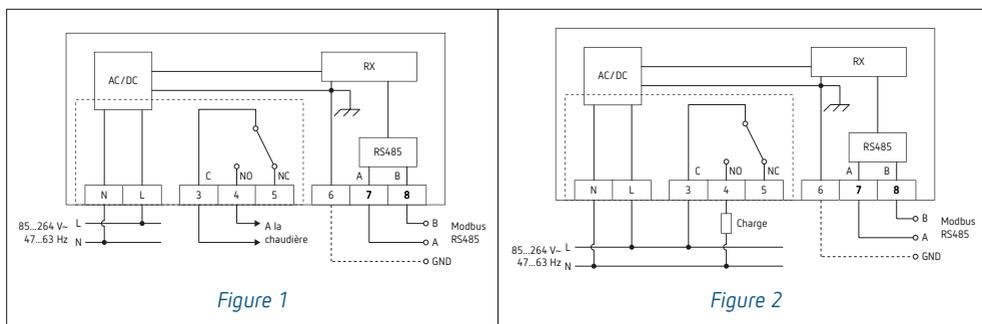

Figure 3
- Si vous avez déjà une adresse mail et un mot de passe, remplissez les champs indiqués. Si vous n'êtes pas inscrit, cliquez sur le bouton « **Sign in** » (figure 3).